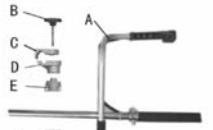

Fig. 1
1. Om de handgreep op het toestel te bevestigen, heeft u de volgende bestanddelen uit de gebruikerskit nodig: U1-handgreep (A), bevestigingshouder (D & E), klem (C & F), schroeven (B & G) en schroevendraaier (H) (Fig.1)
2. Installeer de bevestigingshouder (E) achter het positiepunt (I) op de as, breng de klem (F) over de as en draai de 2 schroeven(G) vast met de schroevendraaier (H).